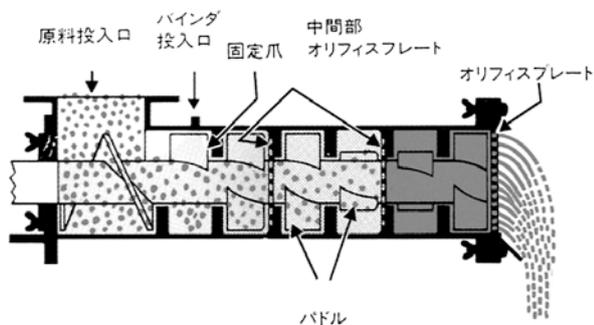

図3 エクストロードオーミックス構造
前面へのスクリーンへパドルにて混練しながら押し出しペレットを得る機械で、湿式中圧の造粒機である。径1.2mm-6mmの円柱状の製品が得られる。EM-6～EM-15（Φ150 7.5kW- Φ380 45kW）の型式がある（図3参照）。
- Fig. 3 Extrud-O-Mix construction